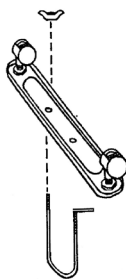

Рис. 1
3. Вставьте концы U-образных скоб в прорези опорных пластин (см.рис. 1)